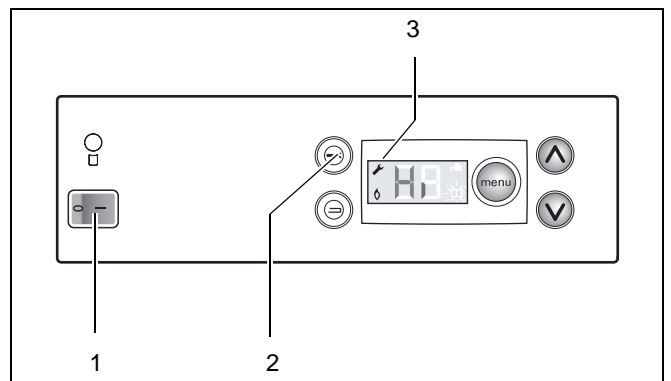

Рис. 30 DBA – режим Hi
- Запустить прибор в эксплуатацию, устанавливая рабочий переключатель в положение "1" (рис. 30, поз. 1).
- Остановить прибор, устанавливая рабочий переключатель на DBA (рис. 30, **поз. 1**) в положение "0".
- Запустить прибор в эксплуатацию, устанавливая рабочий переключатель в положение "1" (рис. 30, **поз. 1**).
- Установите прибор в режим "Hi", нажимая на клавишу Service (рис. 30, **поз. 2**) два раза, пока слева сверху на дисплее не появится символ гаечного ключа (рис. 30, **поз. 3**) (см. меню 2: "Сервисный режим" на стр. 24).
- Остановить прибор, устанавливая рабочий переключатель в положение "0" (рис. 30, **поз. 1**).
- Остановить прибор, устанавливая рабочий переключатель в положение "0" (рис. 30, поз. 1).